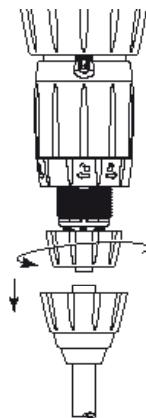

Fig. 16
- Dévisser et enlever l'écrou supportant le clapet d'aspiration (**Fig. 16**), démonter ce dernier, puis rincer abondamment à l'eau claire les différentes parties.